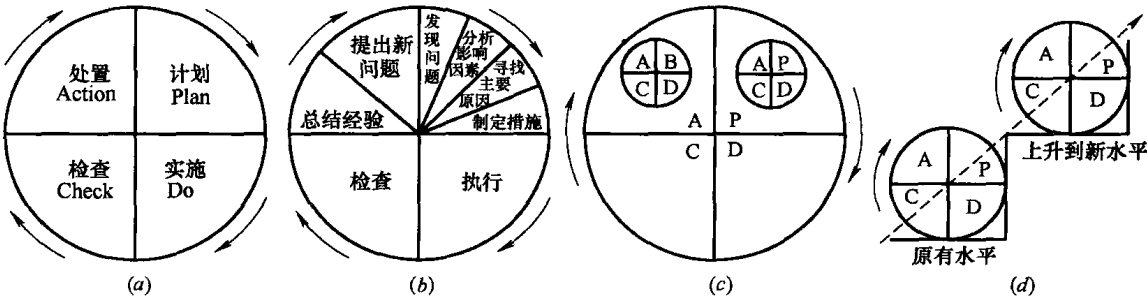

图 1-1 PDCA 循环的特点
1) PDCA 四个阶段 [图 1-1 (a)]：
① 策划（计划）阶段：又称 P（Plan）阶段，为质量策划阶段，主要是在调查研究的
② 实施阶段：又称 D (Do) 阶段。包含计划行动方案的交底和按计划规定的方法与要求展开工程技术活动两个环节。
③ 检查阶段：又称 C (Check) 阶段，就是检查生产（设计或施工）是否按计划执行，其效果如何。
④ 处置（处理）阶段：又称 A (Action) 阶段，就是采取纠正和预防措施，处理存在的问题和总结经验教训。
2) PDCA 八个步骤 [表 1-1、图 1-1 (b)]:
子体系的关系，是大环带小环、互相制约、互为补充的有机逻辑整体 [图 1-1 (c)]。
③ 连续性与渐进性：循环前进，阶梯式上升。PDCA 循环不是停留在一个水平上的循环，不断解决问题的过程就是水平逐步上升的过程，一般来说，上一级的循环是下一级循环的依据，下一级的循环是上一级循环的落实和具体化 [图 1-1 (d)]。
④ 统计的工具：PDCA 循环应用了科学的统计观念和处理方法，分析过程和产品的质量、特性及趋势，以发现产品改进和采取预防措施的机会。